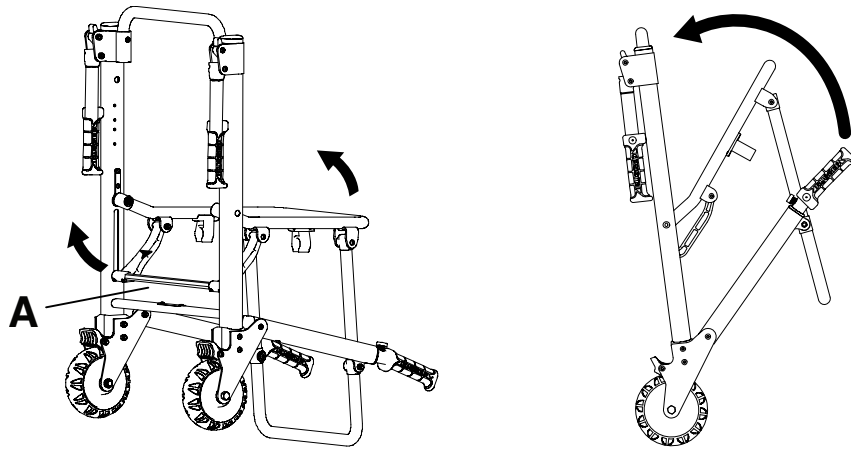

Рисунок 4 – Складывание кресла
4. Потяните вверх красную фиксирующую штангу (А), находящуюся в задней части кресла (Рисунок 4).